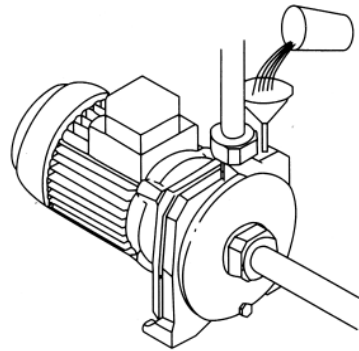

FIG. 4
- 2) Procedere ad innescare la pompa versando acqua pulita nell'apposito foro posto a fianco della bocca di mandata (fig 4). A riempimento avvenuto chiudere il tappo. **EVITARE ASSOLUTAMENTE CHE LA POMPA GIRI A SECCO.**